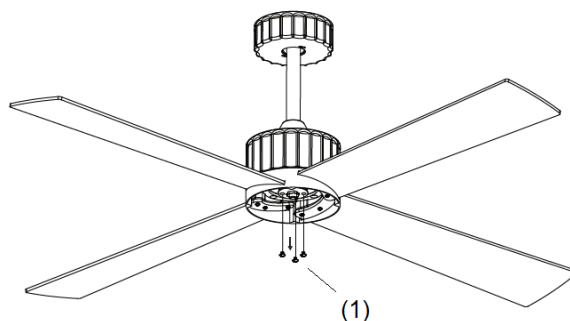
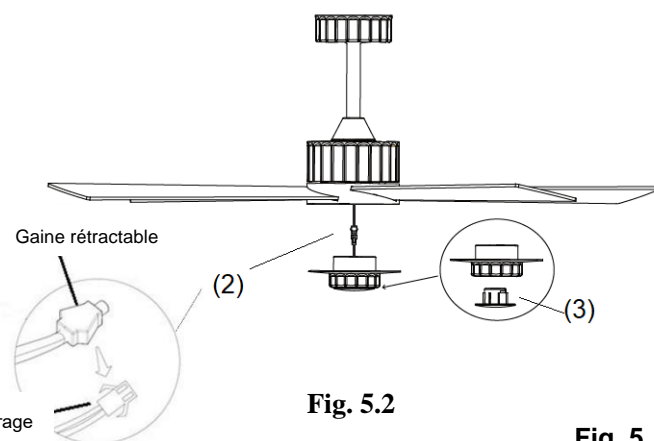

Fig. 5.1
Fig. 5.2
- Desserrez les 3 vis (1) du ventilateur. (Fig. 5.1)
- Retirez la gaine thermorétractable du connecteur rapide (2) du kit d'éclairage puis raccordez le ventilateur.
- Retirez le couvercle inférieur (3). (Fig. 5.2)